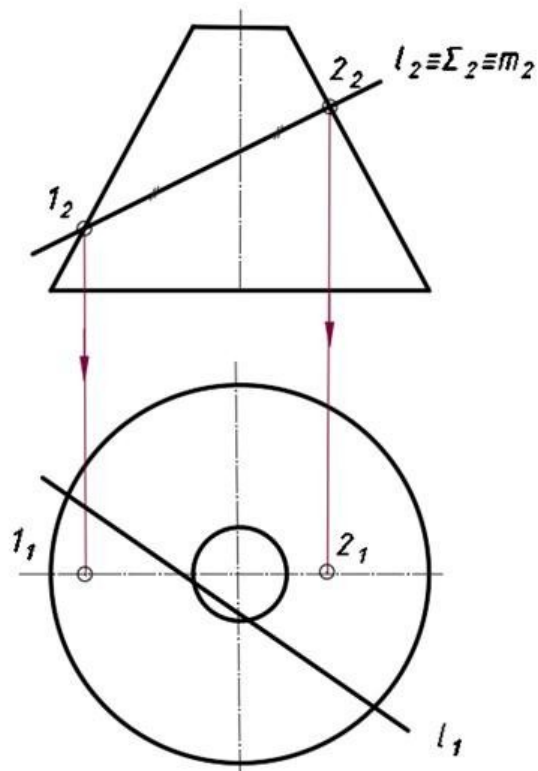

Рис. 9 Определение высшей и низшей точек линии пересечения.
1) Большая ось эллипса будет определена точками  $1(1_1, 1_2)$  и  $2(2_1, 2_2)$  и на  $l$  проецируется без искажения. Также эти точки принадлежат главному меридиану и называются опорными,  $1(1_1, 1_2)$  – низшая,  $2(2_1, 2_2)$  – наивысшая точки сечения (рис. 9).